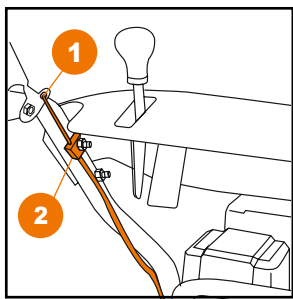

Рис. 6
– Зацепите левый трос привода колес (1) к левой ручке на панели оператора (Рис. 6).
– Закрепите фиксатор рубашки троса (2) к верхнему болту крепления панели оператора (Рис. 6).